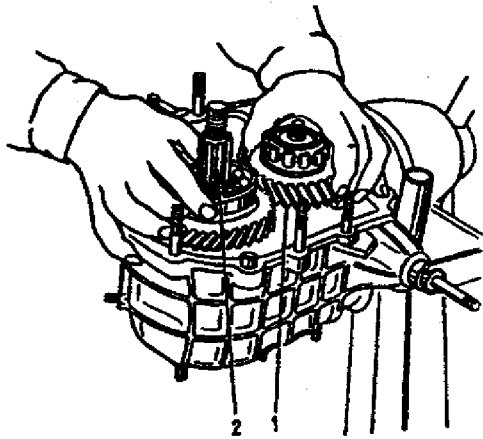

Fig. 3-38. Instalação das árvores: 1 - árvore intermediária; 2 - árvore propulsora.
2. As árvores propulsora e intermediária deverão ser instaladas simultaneamente na caixa de transferência (fig. 3-38).